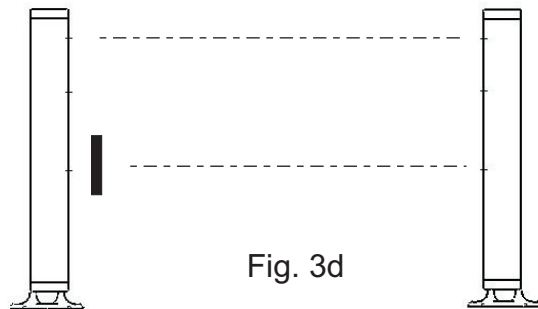

Fig. 3d
- Tampe a lente inferior do receptor e verifique se o led indicativo de sintonia da unidade receptora permanece apagado (fig. 3d), caso o led acenda, ajuste novamente a sintonia;